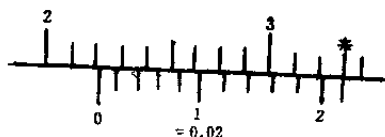

图 1—9
(5) 读出图1—8所示的尺寸:
(6) 读出图1—9所示的尺寸: